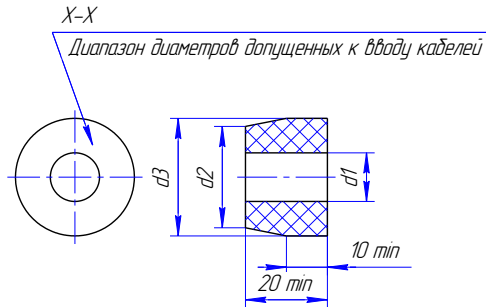

Рисунок 4. Чертеж средств взрывозащиты (продолжение). Кабельный ввод.
- кабельные вводы (см. рисунок 4) выполнены в соответствии с требованиями ГОСТ 31610.0, ГОСТ ИЕС 60079-1. Клапан должен применяться с кабельными вводами завода изготовителя или с другими кабельными вводами, которые обеспечивают защиту вида взрывонепроницаемая оболочка "d" уровень взрывозащиты 1, подгруппу IIC и степень защиты оболочки не ниже IP66. Кабельные вводы должны иметь температурный диапазон от минус 50 до плюс 60°С для обычного исполнения привода и от минус 60 до плюс 60°С для привода исполнения ХЛ;
1 - Модуль СФУ, 2 - Стакан (Сталь 09Г2С ГОСТ 19281-89/Сталь 20ГЛ ГОСТ 977-88), 3 - Кабельный ввод (варианты см. рисунок 4), 4 - Катушка (АГ-4В, провод ПЭТВ-2), 5 - Фланец (09Г2С ГОСТ 19281-89), 6 - Крышка (Сплав АМг6 ГОСТ 4784-97), 7 - Болт М6-6gx16.58.019 ГОСТ 7805-70, 8 - Болт М6-6gx25.58.019 ГОСТ 7805-70, 9 - Шайба 6 65Г.019 ГОСТ 6402-70, 10, 11, 12, 13 - Кольцо уплотнительное (РС-26Ч ТУ 2539-021-46521402-